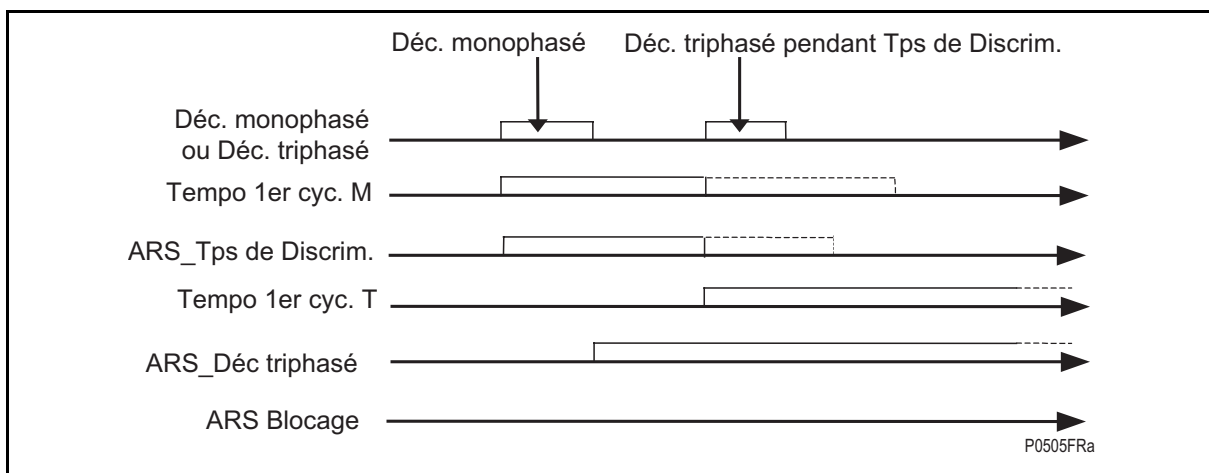
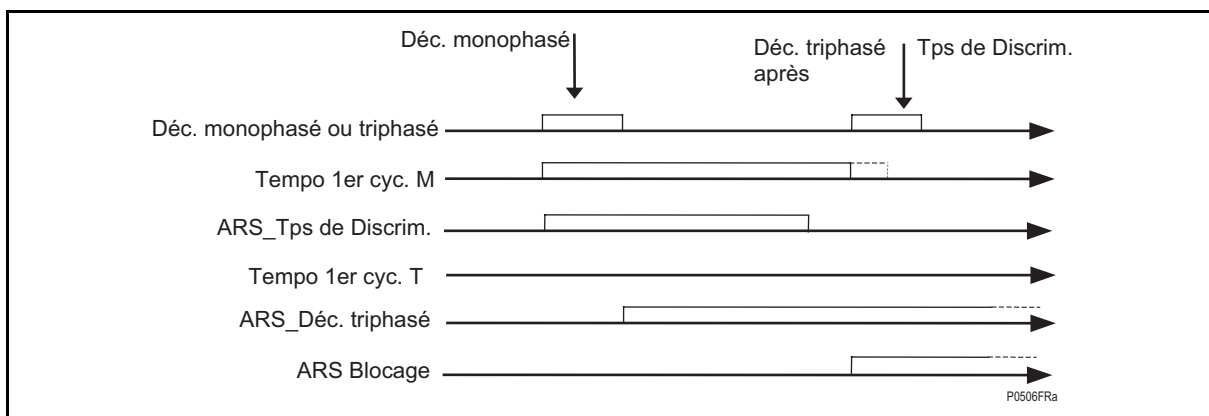

FIGURE 102 – DEFAUT AU COURS D'UN CYCLE DE REENCLANCHEMENT RAPIDE MONOPHASE PENDANT LA TEMPORISATION DE SELECTIVITE ("TPS DE DISCRIM.")
FIGURE 103 – DEFAUT AU COURS D'UN CYCLE DE REENCLANCHEMENT RAPIDE MONOPHASE AU TERME DE LA TEMPORISATION DE SELECTIVITE ("TPS DE DISCRIM.")
Lorsqu'un déclenchement monophasé est émis par l'équipement, un cycle de réenclenchement monophasé s'initialise. La Tempo 1er cycle et la Temporisation de sélectivité ("Tps de discrim.") (à partir de la version A3.0) sont lancées. Si la logique de réenclenchement détecte un déclenchement monophasé ou triphasé (interne ou externe) au cours de la temporisation de sélectivité ("Tps de discrim."), le cycle ARS rapide monophasé est désactivé et remplacé par le cycle ARS rapide triphasé si celui-ci est activé. Si aucun réenclenchement triphasé n'est activé sous MiCOM S1, l'équipement provoque le déclenchement triphasé et le réenclencheur est bloqué (voir figure 102)
Si la logique de réenclenchement détecte un déclenchement triphasé (interne ou externe) à l'échéance de la temporisation de sélectivité ("Tps de discrim.") et pendant la temporisation de cycle monophasé, le cycle de réenclenchement monophasé est interrompu et l'équipement provoque le déclenchement triphasé et bloque le réenclencheur (voir figure 103)
- Figure 102 - Figure 103 : Défaut évolutif en cours de cycle de réenclenchement monophasé -